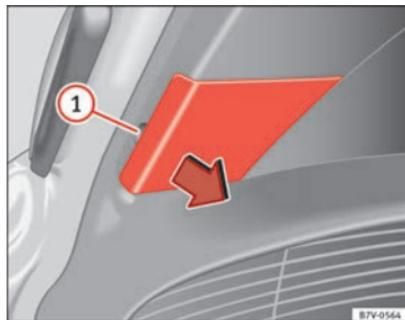

Abb. 212 In der Heckklappe: Abdeckung abnehmen.
3. Mit der flachen Klinge des Schraubendrehers aus dem Bordwerkzeug (⇒ Abb. 201) die Abdeckung an der Aussparung vorsichtig abhebeln ⇒ Abb. 212 ①.